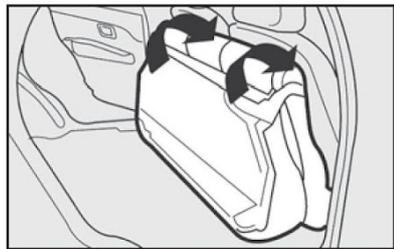

fig. 108
5) Em seguida, rebater o banco traseiro inteiro para a frente de maneira a obter uma única superfície de carga fig. 108.
Para repor o banco na posição normal - fig. 108: